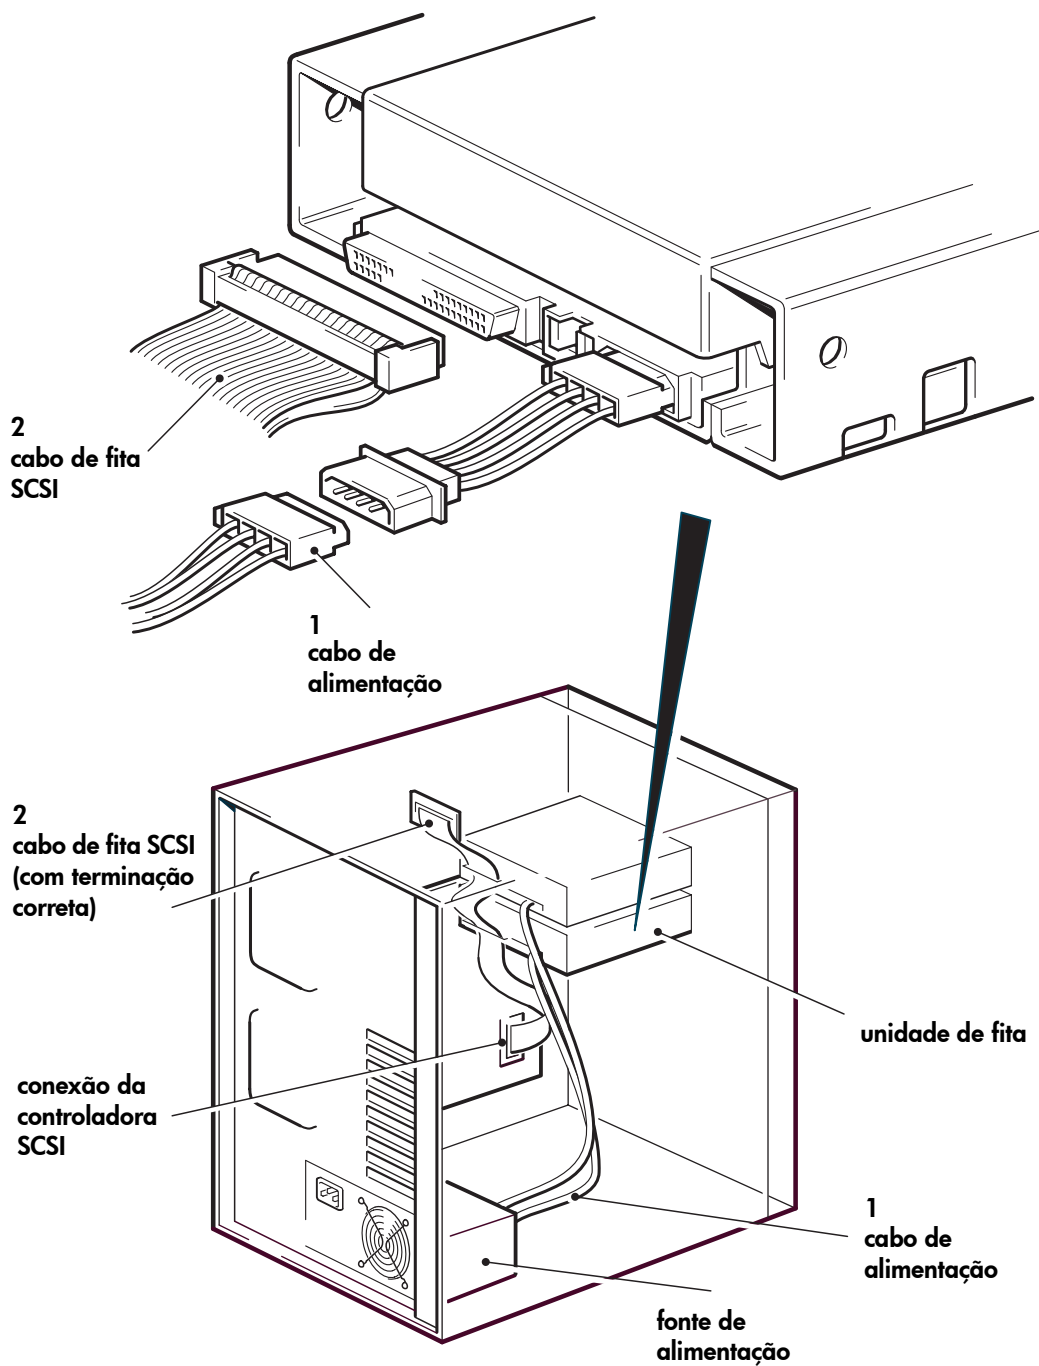

Figura 8: conectar os cabos de alimentação e SCSI
- 1 Anexe um cabo sobressalente da fonte de alimentação interna do servidor até o conector de alimentação, como mostra a figura 8, item 1.
- 2 Ligue um conector extra do barramento SCSI embutido do servidor ou um cabo de fita SCSI da placa HBA ao conector SCSI da unidade, como mostra a figura 8, item 2.
Portanto, supondo-se que o HBA seja o primeiro dispositivo do barramento, você deve verificar se o segundo terminador está localizado depois do último dispositivo, como mostra a figura 8, item 2.